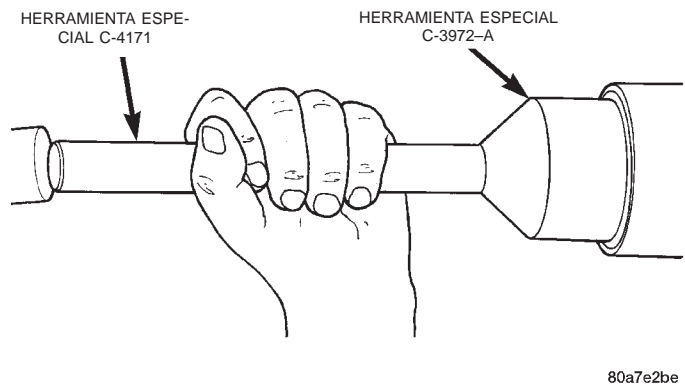

Fig. 53 Instalación de la junta del piñón
(3) Instale el cojinete delantero del piñón y el deflector de aceite, si está equipado. Aplique una capa delgada de lubricante para engranajes en el borde de la junta del piñón. Instale la junta con el instalador C-3972-A y el mango C-4171 (Fig. 53).